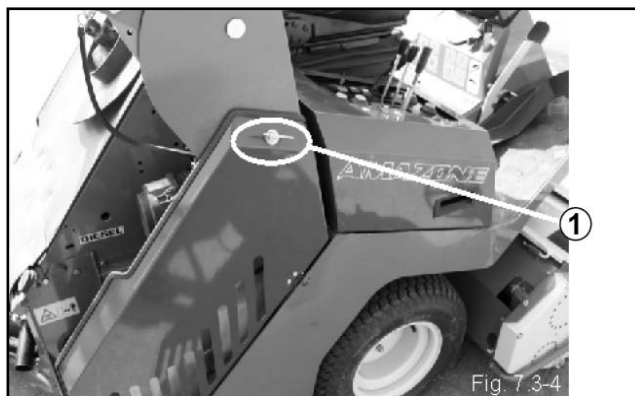

Fig. 7.3-4
Öppna förskruvningen (1) och fäll ner skyddsgallret (Fig.7.3-4).